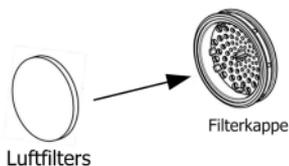

Abb. 11-1
(1) Hängen Sie den Luftfilter an der Filterkappe an, wie in Abb. 11-1 dargestellt.